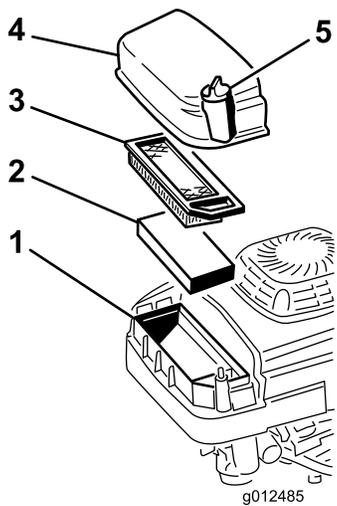

Bild 37
2. Nehmen Sie die Schraube ab, mit der die Luftfilterabdeckung befestigt ist (Bild 37).
3. Entfernen Sie die Abdeckung und reinigen Sie sie gründlich (Bild 37).
4. Nehmen Sie den Papierluftfilter ab, prüfen Sie ihn (Bild 37) und werfen Sie ihn weg, wenn er zu stark verschmutzt ist.